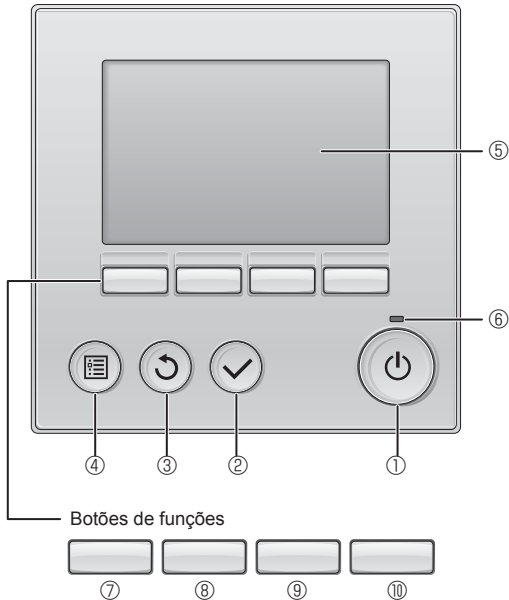

Fig. 6-1
6.2.1. Utilização do controlo remoto com fios (Fig. 6-1)